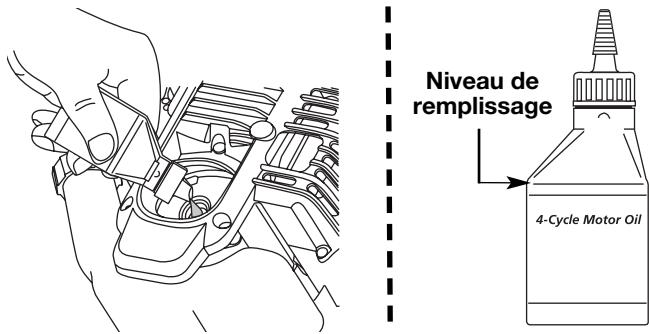

Fig. 21
6. Si le niveau est trop bas, ajoutez un peu d'huile par l'orifice et revérifiez (Fig. 21). Continuez jusqu'à ce que le niveau d'huile atteigne le haut de la jauge.